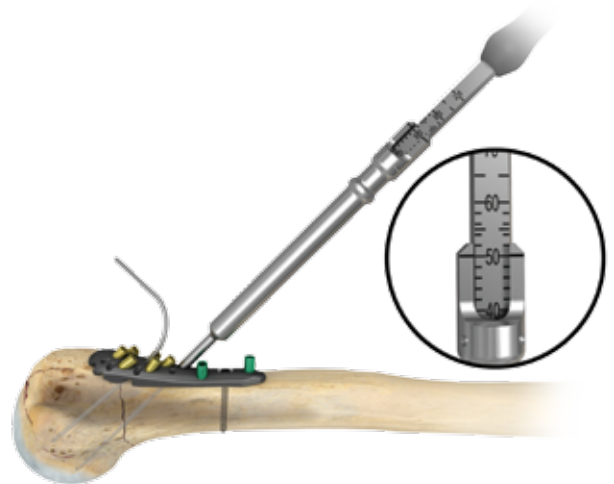

Figura 22
- ⓘ **Atención:** Si se requiere una segunda medición, utilice el Medidor de profundidad de la Placa de Hombro para medir directamente respecto a la placa (Figura 22).